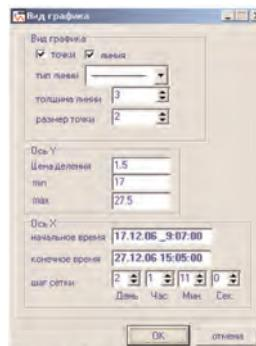

Рис. 19
Рис.19 Кнопка “сохранение” сохраняет данные, которые находятся между выделенным линиями. Кнопка “сохранить все данные” сохраняет все данные графика. Последняя кнопка часто используется при сохранении в режиме работы программы в реальном времени.
- **кнопка вид графика** - выводит диалоговое окно (рис.19), которое позволяет изменять отображение графика точками и линией (при этом можно задавать толщину линии и размер точек), изменять цену деления по осям, переносить точку начала отсчета для наглядности общего вида графика.